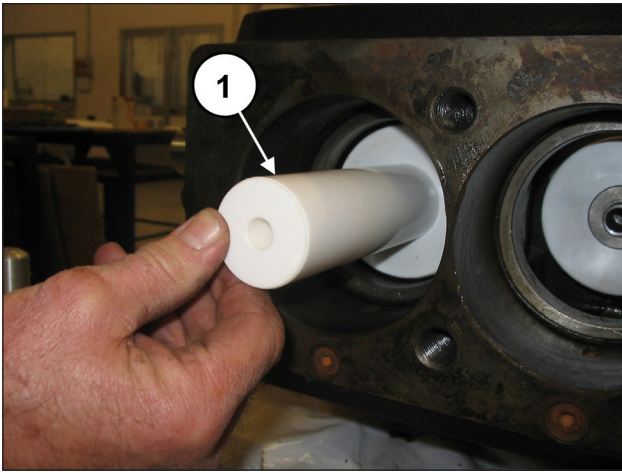
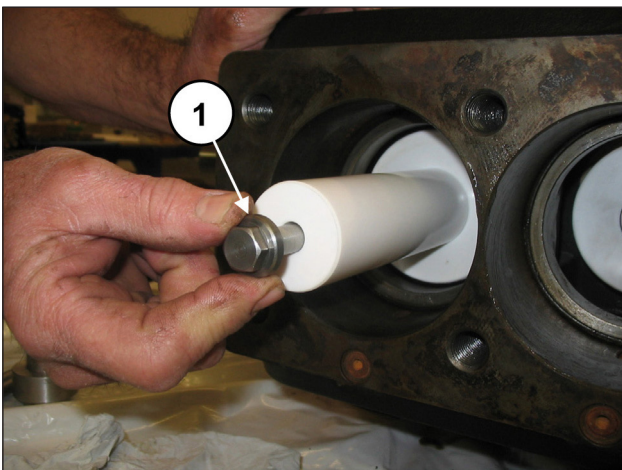

Abb. 165
Abb. 166
Montieren Sie die Kolben in die entsprechenden Führungen (Pos. ①, Abb. 165) und befestigen Sie diese lt. Pos. ①, Abb. 166.